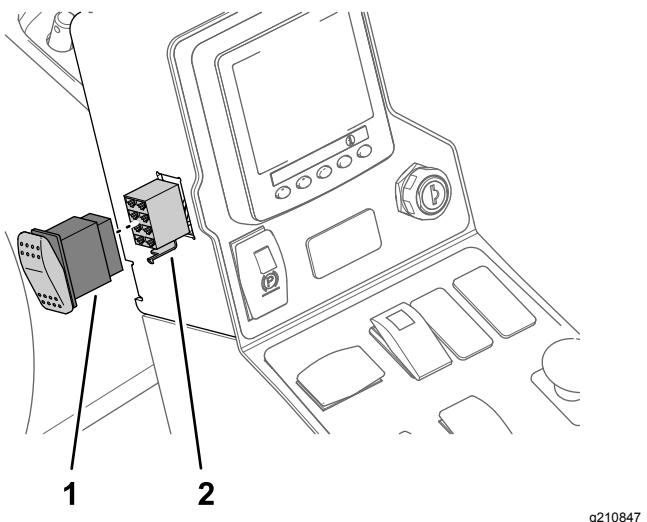

Figure 17
2. Branchez l'interrupteur à bascule (2-positions – commande d'éclairage) au connecteur à 8 douilles (Figure 17) du faisceau de la plate-forme étiqueté LIGHT SWITCH.